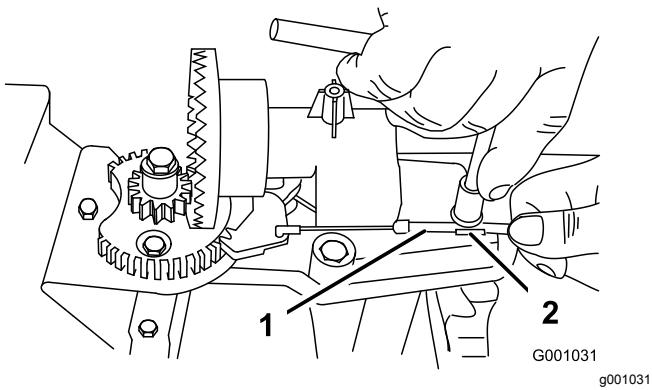
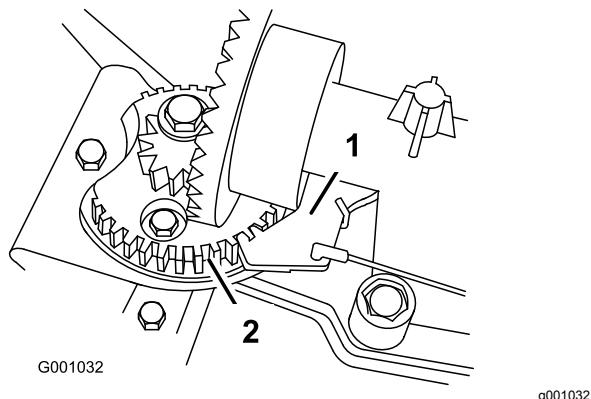

Figura 55
Figura 56
2. Allentate il bullone sul serrafilo per cavi (Figura 55).
3. Afferrate la guina del cavo e spostatela verso la parte anteriore della macchina fino a quando il fermo del cammino di scarico non si innesta completamente nei denti degli ingranaggi (Figura 55 e Figura 56).
Nota: Il fermo è caricato a molla e si sposta naturalmente nei denti degli ingranaggi (Figura 56).